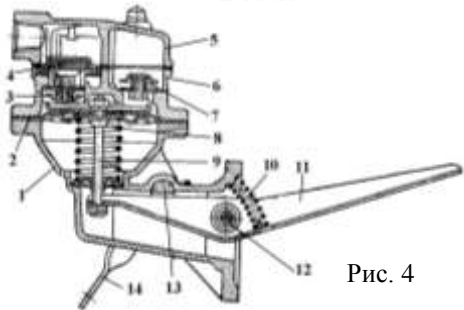

Рис. 4
9. В якій відповіді правильно названі деталі паливного насоса (рис. 4)?